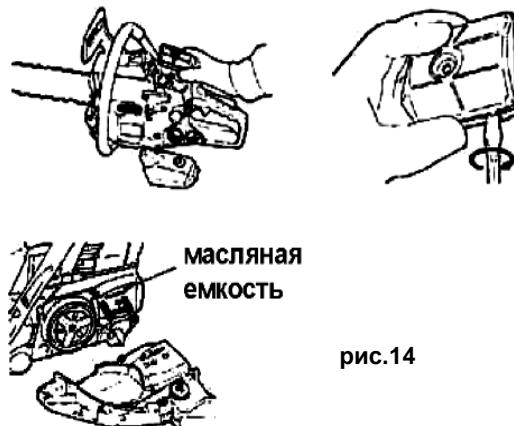

рис.14
**Техническое обслуживание, необходимое после каждого использования (рис.14).**